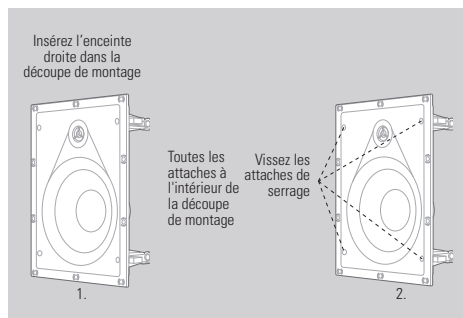

Figure 7
3. Insérez l'enceinte dans l'ouverture. Utilisez votre tournevis pour serrer les quatre vis de la façade de l'enceinte. Les supports de l'enceinte se serrent sur le matériau de la paroi. (Figure 7)